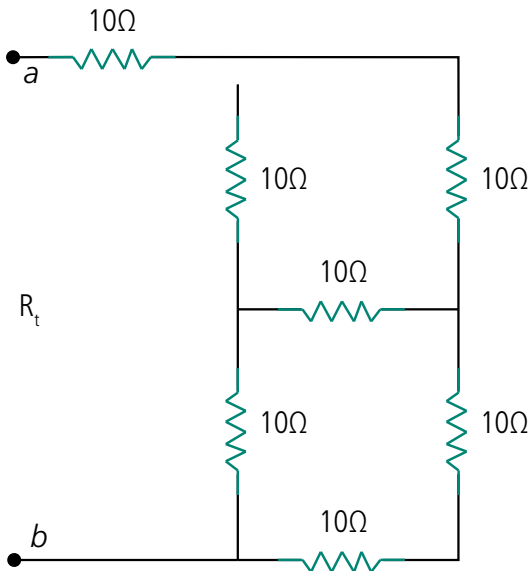

Figura 8.8: Resistência equivalente
6. Reduza o circuito em ponte, Figura 8.8, a uma única resistência equivalente